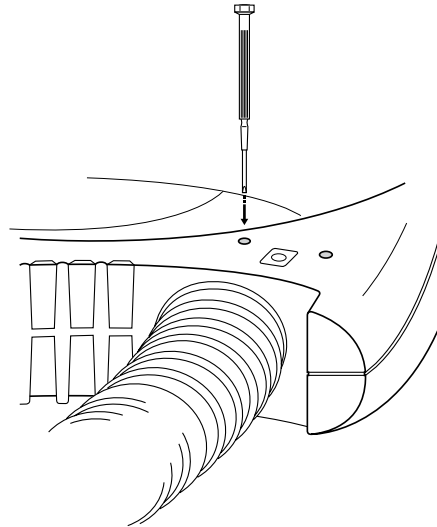

Abbildung 10 Kalibrierungs-Zugangsöffnung zum Potentiometer.
6. Einen flachen 2-mm-Schraubendreher ca. 1,2 cm tief in das Zugangsloch für die Kalibrierung einführen (siehe Abb. 10). Das Potentiometer sehr langsam drehen, bis die Beharrungstemperatur von 43 °C erreicht ist. Mindestens 5 Minuten warten, um sicherzustellen, dass die Beharrungstemperatur erreicht ist ($43,0 \pm 0,5$ °C).